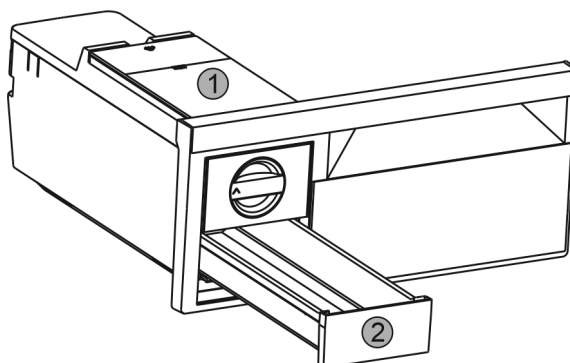

Fig. 28
- ▶ Vyměňte nádržku na vodu Fig. 28 (1) a zásuvku na kostky ledu Fig. 28 (2).